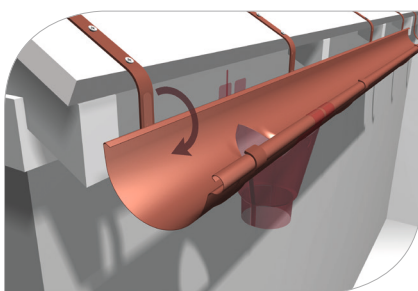

рис. 20
- 3.9 Отогните пластинки длинных кронштейнов (**рис. 20**)